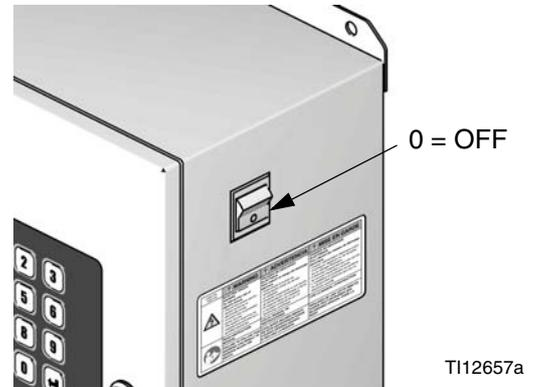

FIG. 12 Alimentazione Off
3. Disattivare l'alimentazione del ProMix 2KS (posizione 0). FIG. 12